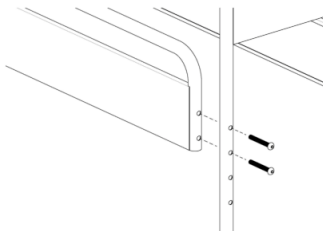

Figure 4
4. La hauteur du panneau latéral peut s'ajuster ici, grâce aux trous espacés de 50 mm [fig. 4].